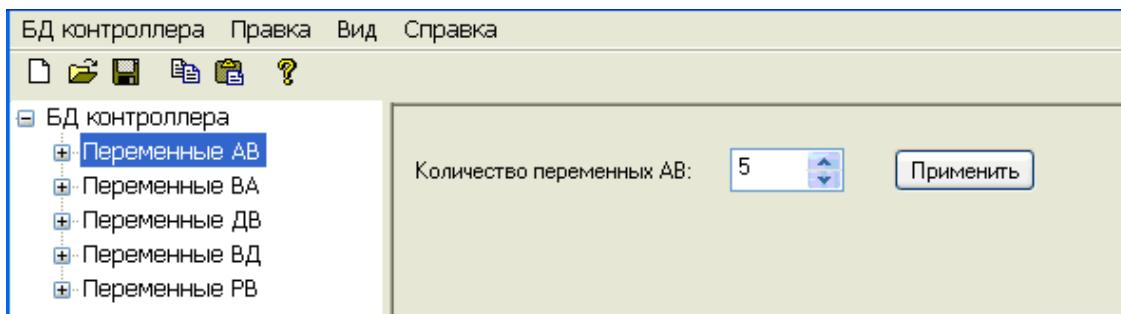

Рисунок 2.9 – Изменение количества переменных БД
- Изменение количества переменных каждого из типов переменных БД** производится путём выбора элемента с именем "Переменные <Тип переменной>" в списке переменных. После выбора соответствующего элемента в правой части главного окна приложения отображается диалог (рисунок 2.9), в котором можно изменить количество переменных определённого типа. При увеличении количества переменных происходит добавление новых переменных в конец списка переменных данного типа. Если количество переменных изменилось в сторону уменьшения, то происходит удаление переменных из конца списка. Диалог изменения количества переменных имеет вид.